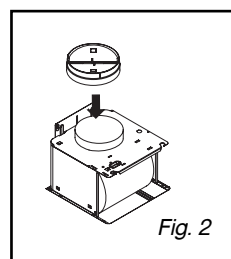

Fig. 2
– Montare la valvola anti-rientro sull'uscita del motore (Fig. 2). Questa valvola anti rientro permette di ostruire l'entrata d'aria proveniente dall'esterno.